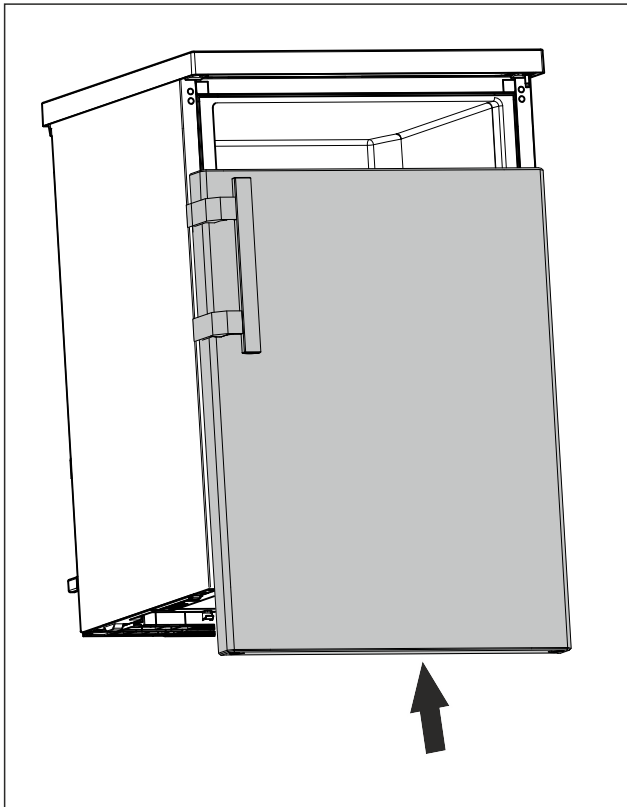

Fig. 21
- ▶ Tür im geschlossenen Zustand auf oberen Bolzen schieben. (siehe Fig. 21)